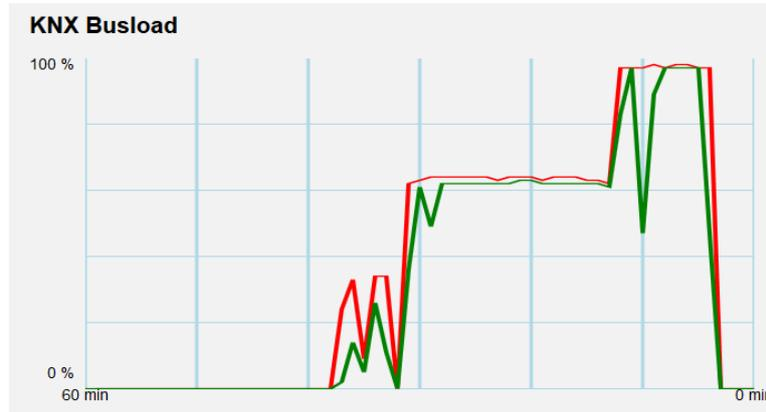

Figura 10 Interfaz Web (carga del bus KNX)
- **KNX Busload** (sólo en el **Zennio KNX-IP Router PLess**): muestra una gráfica que refleja la carga del bus KNX en los últimos 60 minutos; ver Figura 10. La curva roja representa el máximo local mientras que la verde representa la carga media local del bus KNX.